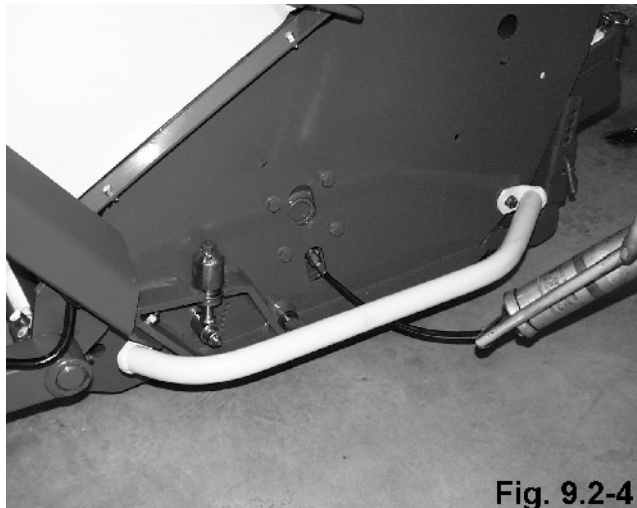

Fig. 9.2-4
- Lagringen av bakre støttevalse (Fig. 9.2-4)